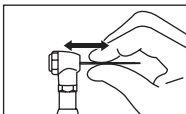

Fig. 3
- Vérifiez que la lime soit montée solidement en tirant dessus avant de l'utiliser. (Fig. 3)